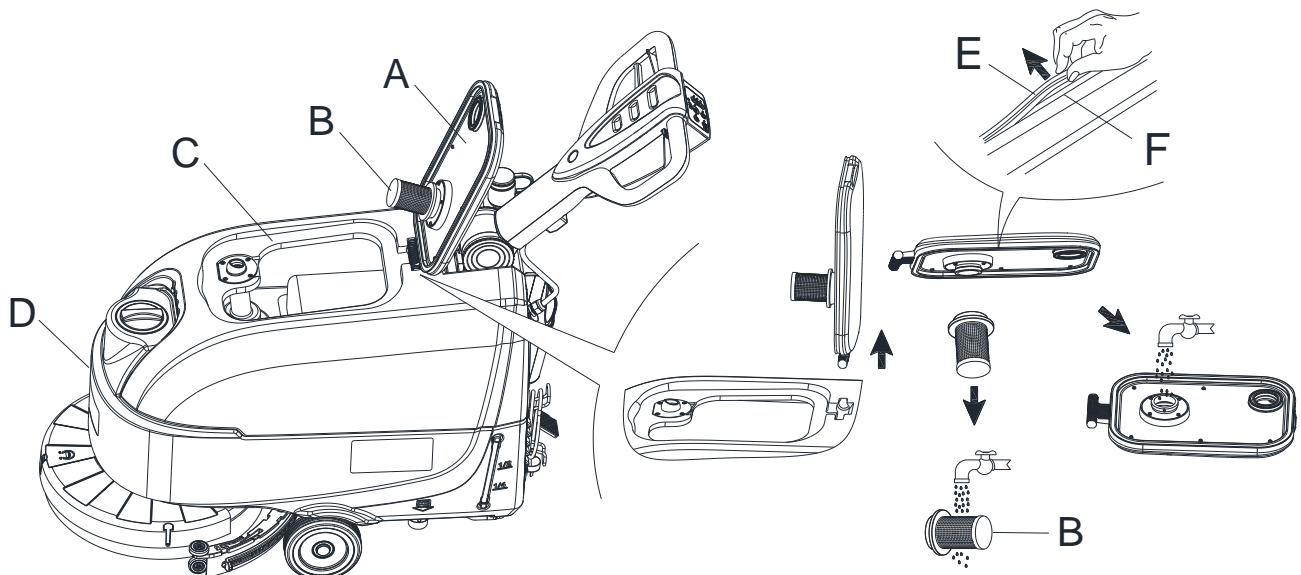

Figura 6
39. Verificare che la superficie di contatto della guarnizione (E) sia integra e che la tenuta sia sufficiente. Se necessario, rimuovere la guarnizione dalla scanalatura (F) e sostituirla. Montare la nuova guarnizione come mostrato nella Figura 6, il punto di giunzione deve trovarsi entro l'area centrale.
40. Chiudere il coperchio del serbatoio di recupero (A).